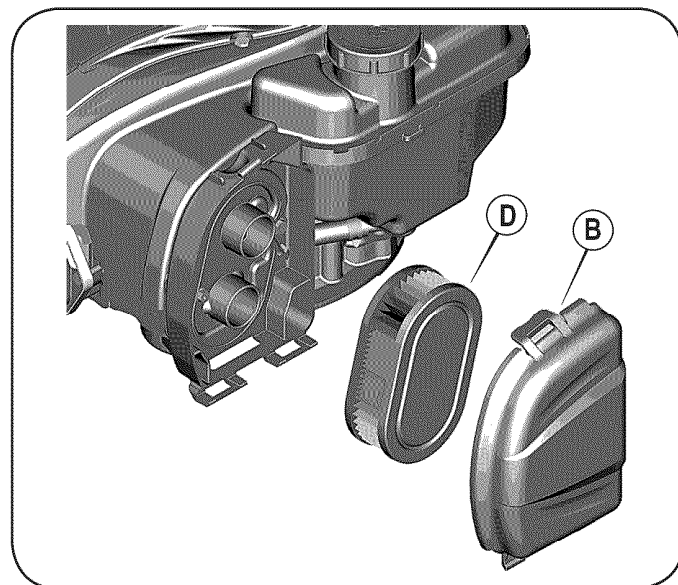

Figura 14
1. Abra la tapa (B). Vea la Figura 14.
2. Quite el filtro (D).
4. Instalar el filtro (D).
5. Cierre la tapa (B).
2. Incline la cortadora de césped de modo que quede apoyada sobre al alojamiento, mantenga el silenciador de costado hacia abajo. Refiérase a la figura 14. Sostenga firmemente la cortadora.